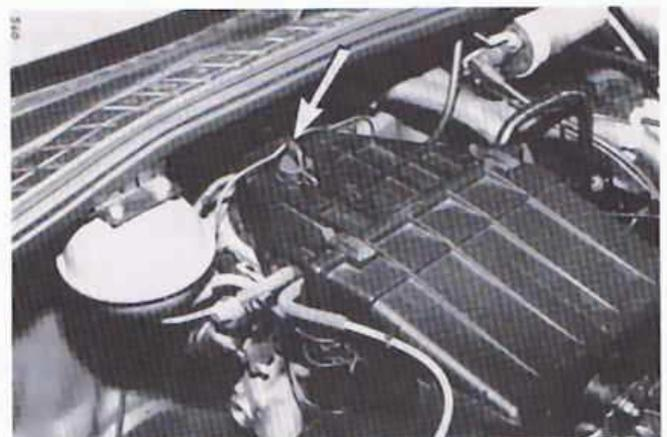
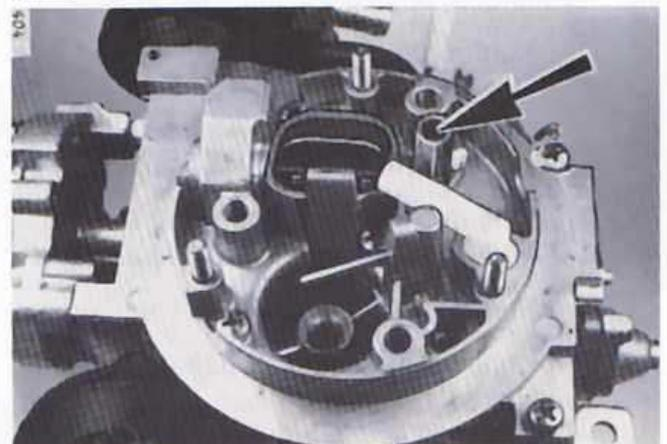

Bild 1
Bild 1a
2. Check of Carburettor Environment (Fig. 1)
Nach Abheben der Kappe (Pfeil) Bild 1 am Luftfilter wird die Leerlaufluft-Regulierschraube (Pfeil) Bild 1a zugänglich.